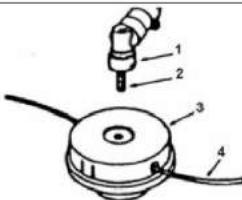

Fig.BC6
4.5- Mise en place du fil de coupe (Fig.BC6)
- Fig.BC6**